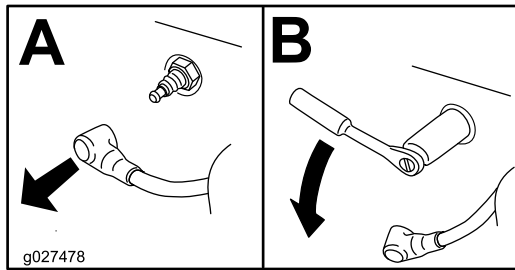

Figure 33
3. Enlevez la bougie (Figure 33).